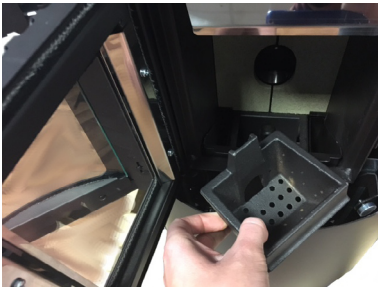

Fig. 54 - Brennschale entnehmen
- Brennschale aus ihrem Sitz entnehmen (siehe **Fig. 54 auf S. 32**) und die Asche entleeren.